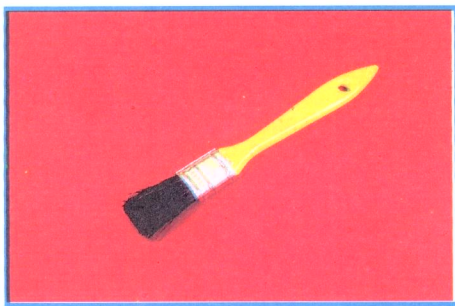

Figura 36 - Pincel para limpeza de aparelhos.
2) Pincéis de pêlo para limpeza de pó de chassi. Existem pincéis chatos e redondos. Os pincéis chatos, com 5 cm ou mais, são chamados de **trinchas (figura 36)**. Recomendamos dois pincéis, de 1 e 2 cm, e uma trincha de 5 cm ou mais.